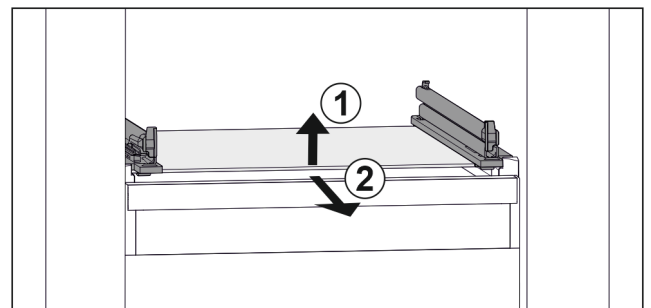

Fig. 140 Exemple de représentation de la tablette en verre
- ▶ Soulever la tablette en verre par l'avant. Fig. 140 (1)
- ▶ Retirer la tablette en verre par l'avant. Fig. 140 (2)